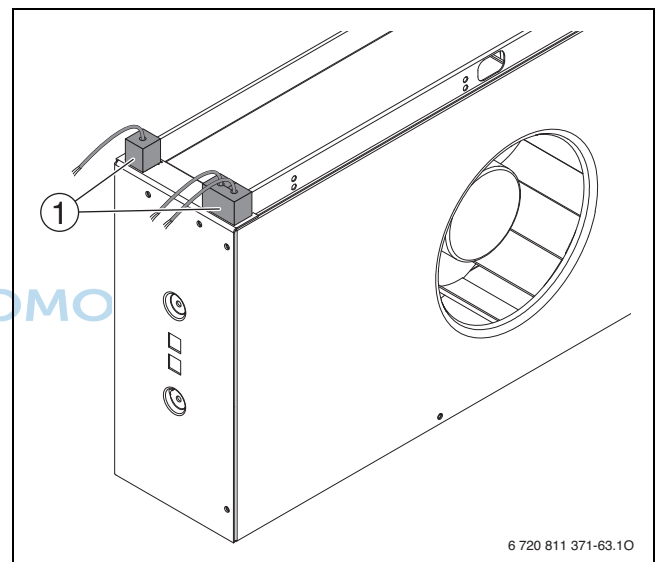

Bild 16
- Das Kabel des Gebläsemotors am **linken** Gebläse mit dem freien Stecker am Bauteil unter der Platine verbinden, das mit J6 (Fan 1) verbunden ist (→ Bild 16).